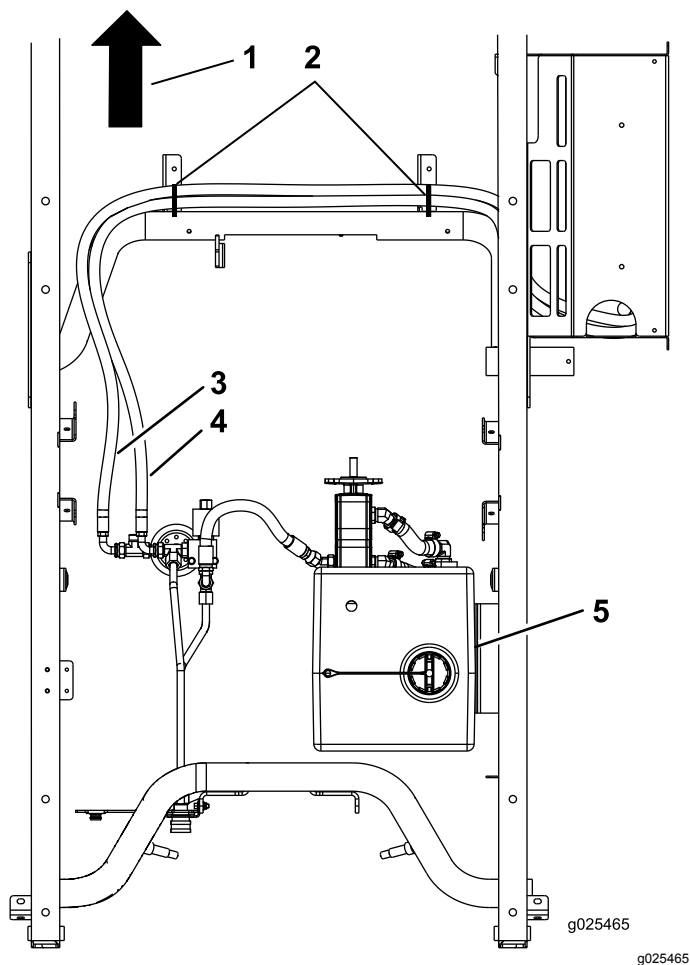

Figura 17
5. Encaminhe as mangueiras compridas ao longo da estrutura e sobre o refrigerador (Figura 17).
6. Utilize as cintas de cabos para prender as mangueiras compridas (Figura 17).